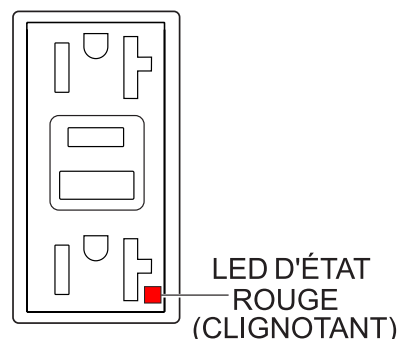

Figure 72. Réceptacle du GFCI (LED clignotante ROUGE)
8. Si la LED d'état (ROUGE) clignote, n'utilisez pas la prise du disjoncteur de fuite à la terre et remplacez-la immédiatement (Figure 72).